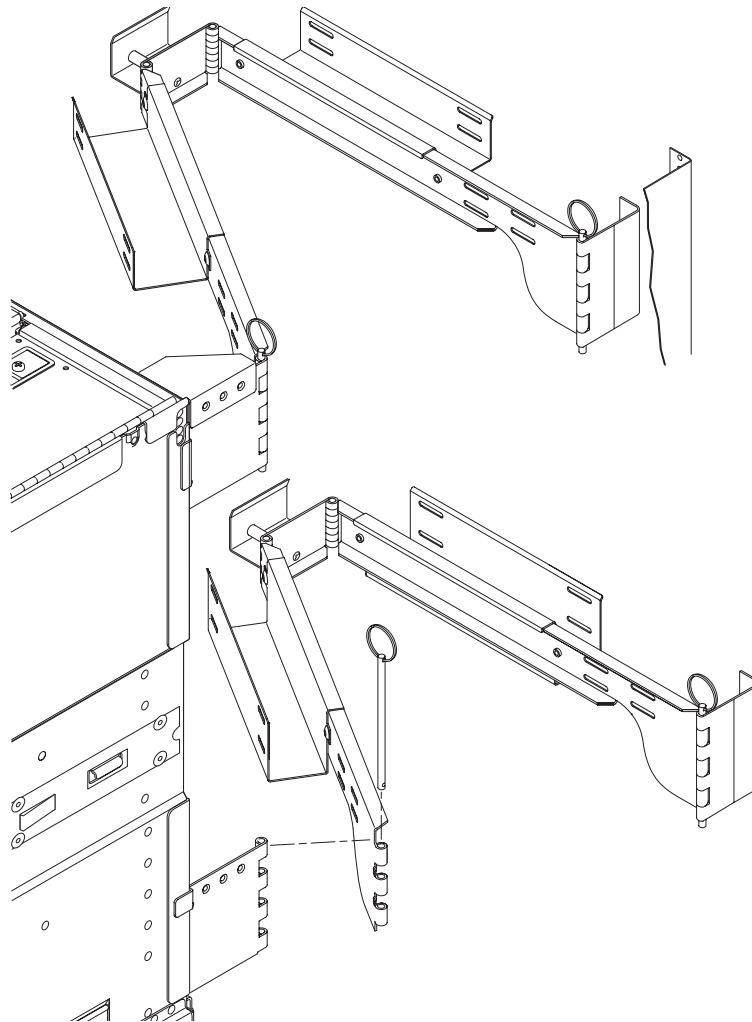

FIGURE 1-16 Montage des bras de gestion des câbles inférieur et supérieur
8. Reconnectez le bras de gestion des câbles d'E/S au support d'articulation supérieur et remettez la goupille en place (FIGURE 1-16).
9. Reconnectez le bras de gestion des câbles d'alimentation au support d'articulation inférieur et remettez la goupille en place (FIGURE 1-16).